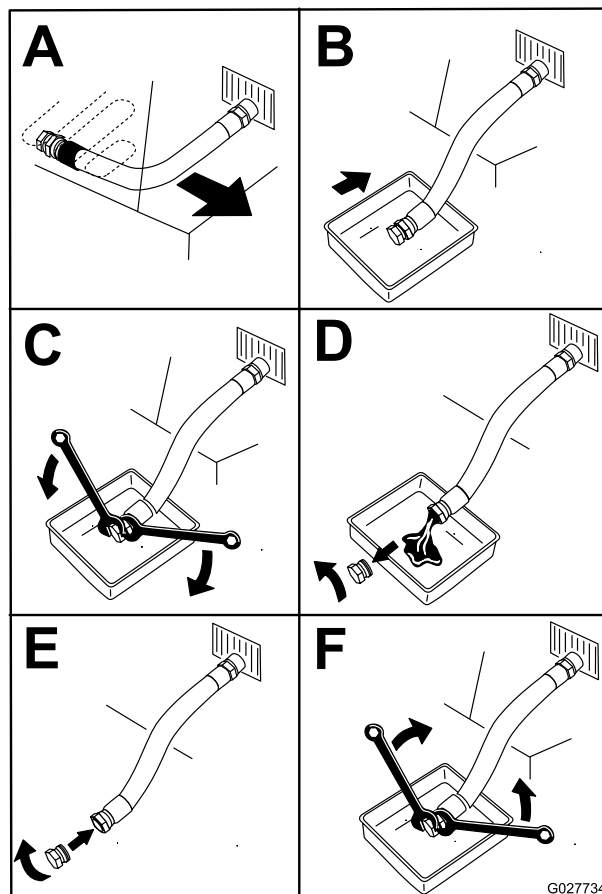

Figura 47
5. Scurgei uleiul din motor (Figura 47).